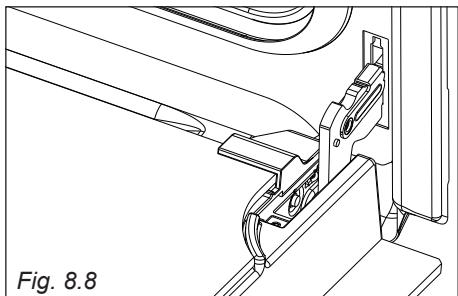

Fig. 8.8
- Ouvrir complètement la porte du four (fig. 8.8).